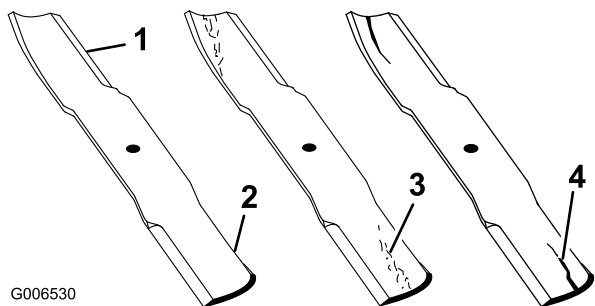

Figura 48
1. Inspeccione los filos de corte (Figura 48).
2. Inspeccione las cuchillas, especialmente la parte curva (Figura 48).
Nota: Si observa daños, desgaste o la formación de una ranura en esta zona (Figura 48, 3 y 4), instale inmediatamente una cuchilla nueva.